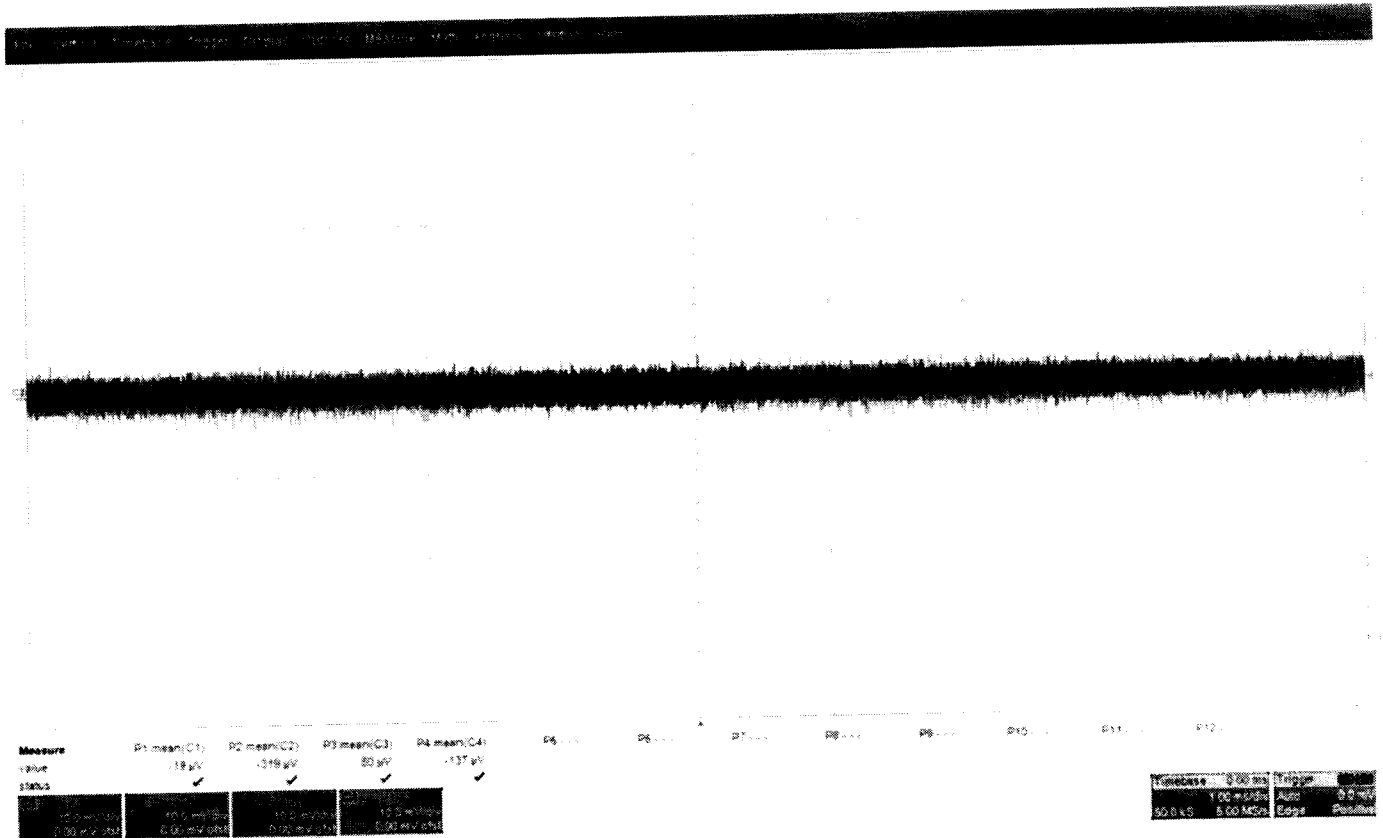

Рисунок 10
8.6.1.6 Нажать клавишу STOP после 100 измерений. Считать среднее измеренное значение  $U_{осц+}$  (отображается как P...:mean(C...), рисунок 10) с экрана осциллографа и записать полученное значение в соответствующую графу таблицы 10.
8.6.2.7 Нажать клавишу STOP после 100 измерений. Считать среднее измеренное значение  $U_{осц-}$  (отображается как  $P...:mean(C...)$ , рисунок 10) с экрана осциллографа и записать полученное значение в соответствующую графу таблицы 10.